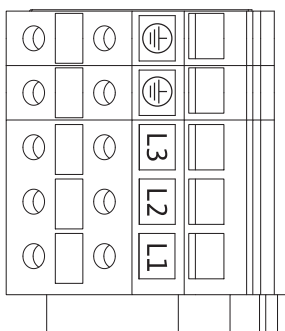

Fig. 28: Effektklemmer (nettilslutningsklemmer)
- Effektklemmer (nettilslutningsklemmer) (fig. 28)